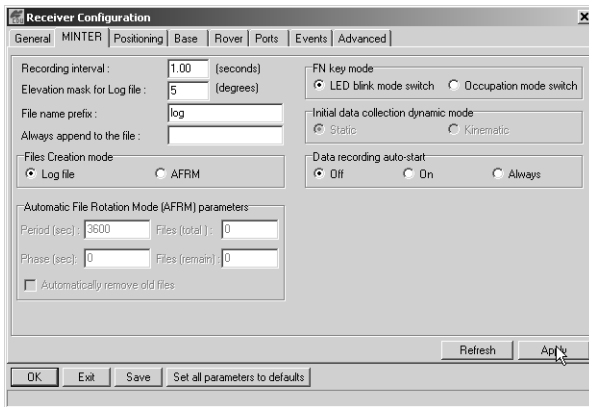

Figura 2-23. Receiver Configuration – Pestaña MINTER
4. Haga clic en la pestaña **MINTER**, configure los siguientes valores y después haga clic en **Apply** (Figura 2-23 en la página 2-27). En las páginas siguientes encontrará las descripciones de estos parámetros: